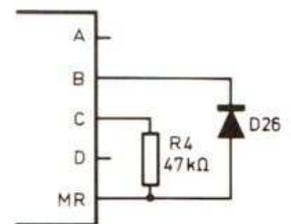
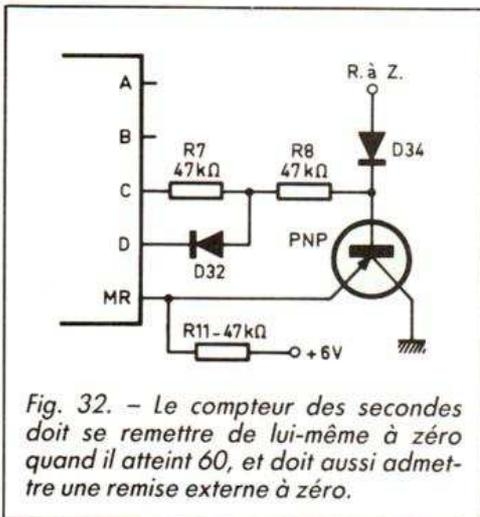

Fig. 31. - Retour forcé à zéro du compteur des dizaines de minutes.
Fig. 32. - Le compteur des secondes doit se remettre de lui-même à zéro quand il atteint 60, et doit aussi admettre une remise externe à zéro.
Dans le cas des dizaines de minutes, on utilise R_4 et D_{26} de la figure 31 pour une fonction ET qui fait passer la remise à zéro (MR) à « 1 » quand ce niveau logique est simultanément présent sur les sorties B et C du compteur. Ce principe est aussi applicable au compteur des secondes, à ceci près qu'on a besoin d'un OU complémentaire, pour la remise à zéro par l'impulsion FMV. La figure 32 montre qu'on y parvient à l'aide d'un PNP en col-